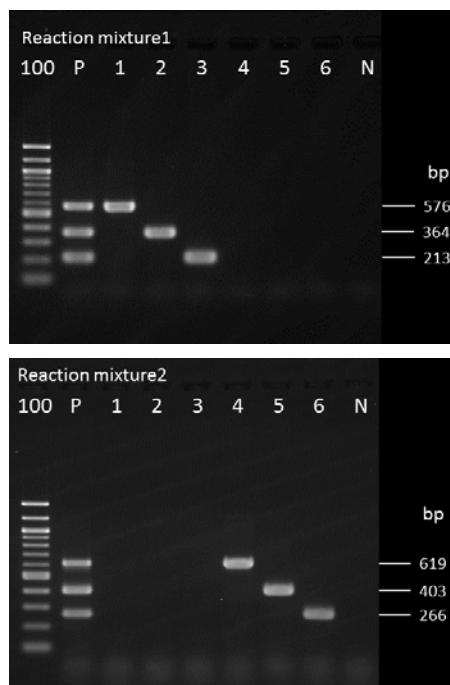

図 1 電気泳動像
- 6) 菌株によっては、非特異的な増幅産物が検出される場合があります。ポジティブコントロールで検出されるバンドサイズを判定基準として下さい(図 1)。